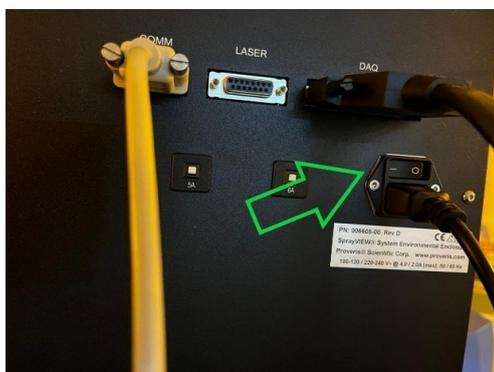

Figura 3. Chave de alimentação superior.
- b) Ligue na parte superior direita do Gabinete SprayVIEW o interruptor, conforme Figura 3.